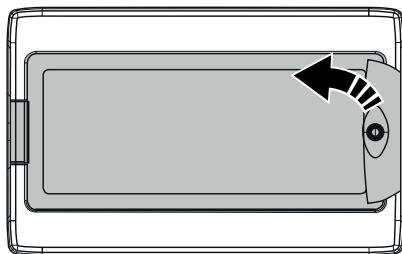

Figur 2 Kabelgenomföringsmallar för apparatskåp
4. Använd en borr eller hälsåg för att borra de hål som behövs i SCS-M2-apparatskåpets undersida med hjälp av hålmallarna. Se illustration Figur 2.